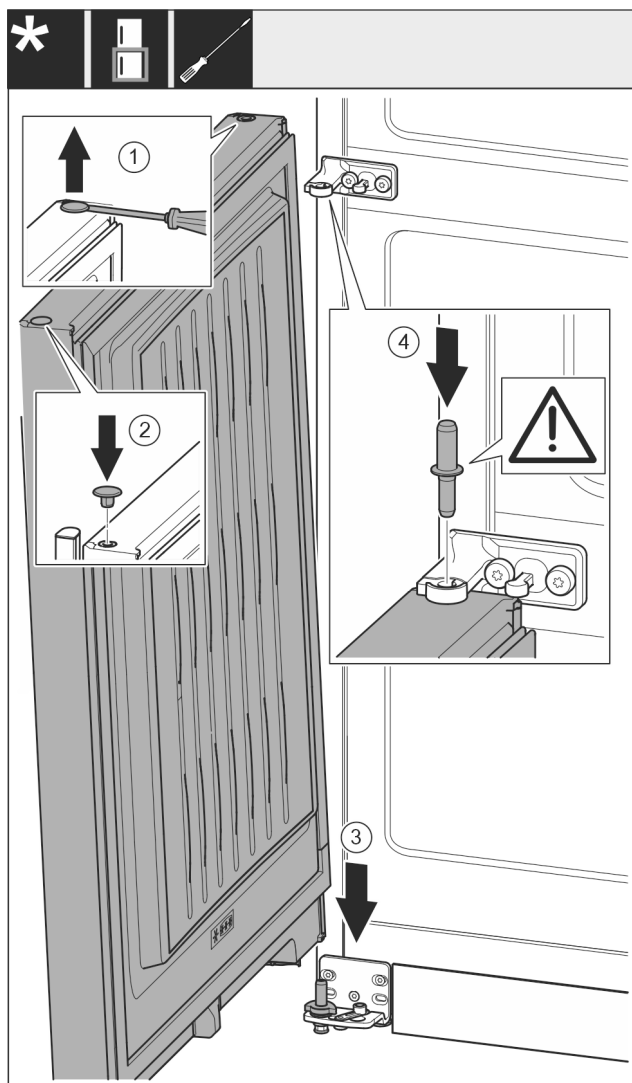

Fig. 51
- Zátku Fig. 51 (1) opatrně nadzvedněte plochým šroubovákem a vytáhněte.
- Zátku Fig. 51 (2) opět vložte na druhé straně dveří.
- Dveře Fig. 51 (3) nasadte shora na dolní ložiskový čep.
- Prostřední ložiskový čep Fig. 51 (4) vložte do dolních dveří přes prostřední stojan ložiska. Přitom dávejte pozor, aby zajišťovací vačka směřovala dozadu.